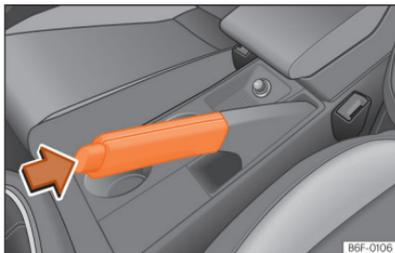

Fig. 116 Travão de mão entre os bancos dianteiros.
- Puxe a alavanca do travão de mão com força para cima »» **Fig. 116**
- Puxe a alavanca um pouco para cima, pressione o botão de desbloqueio no sentido da seta »» **Fig. 116** e faça descer completamente a alavanca »» **▲**.